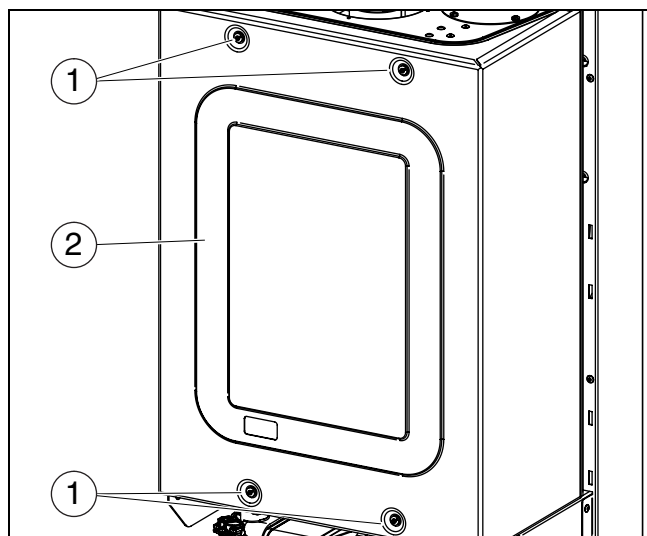

Fig. 52 Ouvrir le caisson d'air
- Dévisser les 4 vis (→ fig. 52, [1]) et retirer le couvercle de caisson [2].